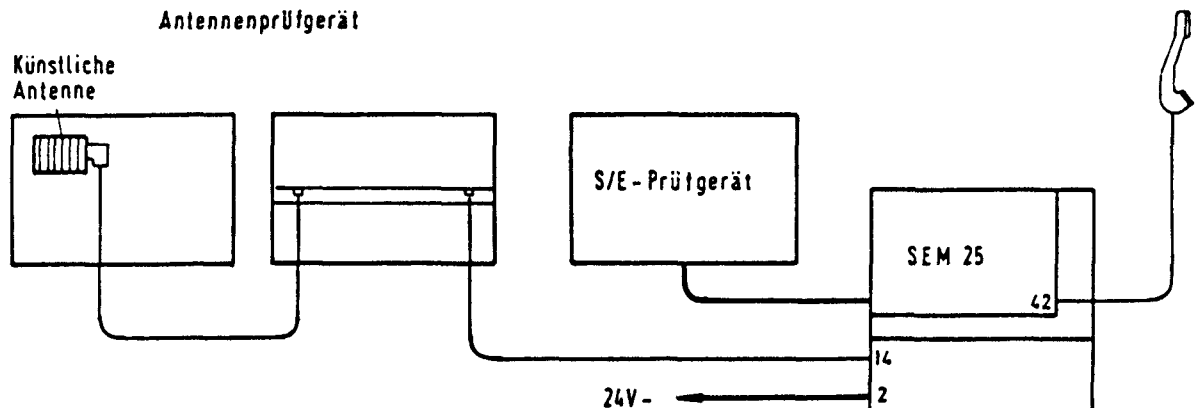

Bild 40. Meßaufbau
4.5.6 Einstellen des Oszillators (Bild 40)